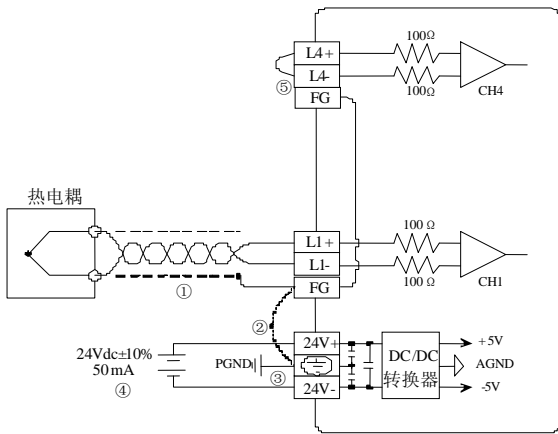

图 2-5 MC100-4TC/2TC 用户端子布线示意图
- 用户端子布线要求,请参见图 2-5。图中①~⑥表示布线时必须注意的事项: